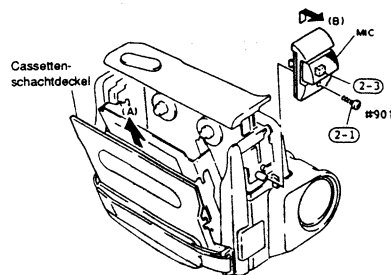

Abb. 2-21
- 1) Den Cassettenschachtdeckel in Richtung des Pfeiles (A) entfernen (siehe Abb. 2-21).
- 1) Eine (1) Befestigungsschraube des Mikrofons entfernen (siehe Abb. 2-21).
- 2) Den Mikrophon in Richtung des Pfeiles (B) entfernen.